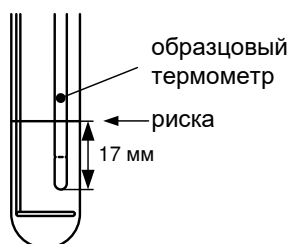

Рисунок 18 - Контроль глубины установки образцового термометра
- 2) установить в пробирку образцовый термометр таким образом, чтобы его чувствительная часть находилась в центре пробы; при использовании LTA-M рекомендуется погрузить кончик измерительного щупа на 17мм ниже риски (рисунок 18):